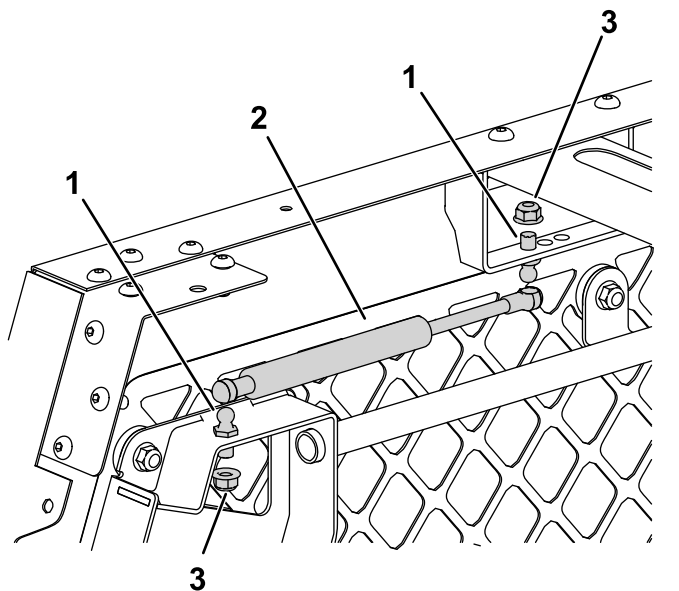

図 14
2. スプリングをドアケーシングアセンブリとスプリングマウントの一番前の穴に固定するボールスタッド2本、フランジナット5/16"2個を使用する図 14。